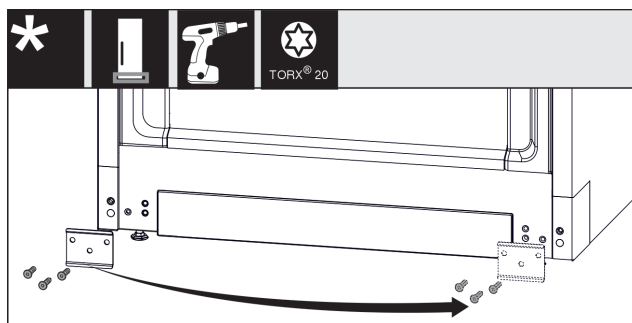

Fig. 14
- Blech Fig. 14 (1) abschrauben, auf die andere Seite umsetzen und wieder anschrauben.